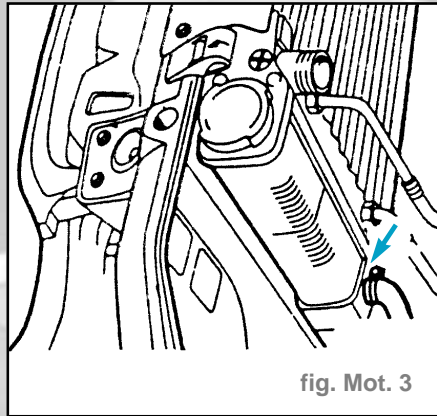

fig. Mot. 3
- Récupérer le liquide de refroidissement, le récupérer et l'évacuer en respectant la réglementation pour la protection de l'environnement (fig. Mot. 3).